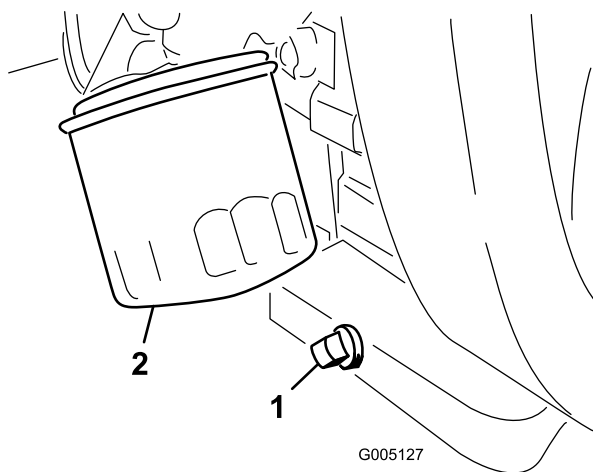

Figure 45
1. Retirez le bouchon de vidange (Figure 45) et laissez couler l'huile dans un bac de vidange. Remettez le bouchon quand la vidange est terminée.
2. Déposez le filtre à huile (Figure 45). Appliquez une fine couche d'huile sur le joint du filtre de rechange.